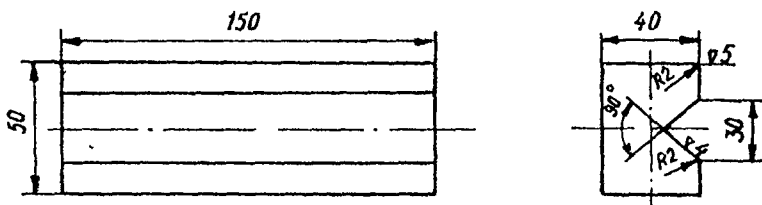
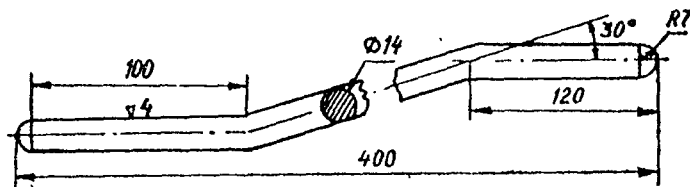

Рис. 18.3. Призма для правки бака (материал Ст. 3)
Рис. 18.4. Пруток для правки бака (материал Ст. 20 цементированный)
- вытяжку обшивки устраните нанесением зигов с помощью призмы (рис. 18.3) и прутка (рис. 18.4);